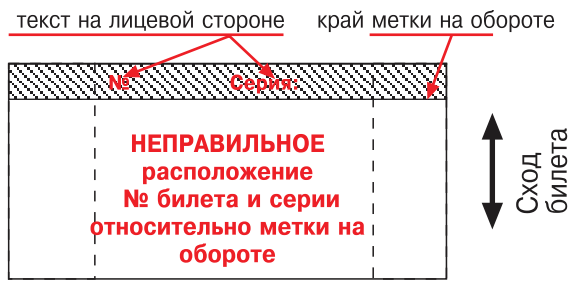

Рис. 11. Совмещенное изображение лицо-оборот (на просвет)
2. Поле для допечатки серии и номера билета на лицевой стороне билета не должны попадать или быть на границе метки на оборотной стороне. Это приводит к сбоям при нумерации. (Рис. 11).